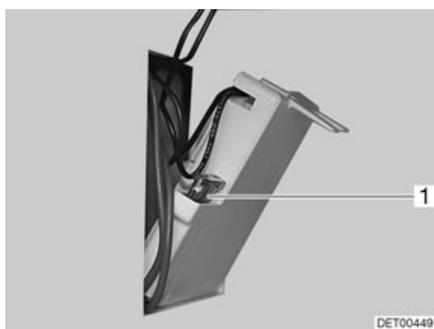

Fig. 173 Fusible del inodoro Thetford
- Cambiar el fusible (Fig. 173,1).